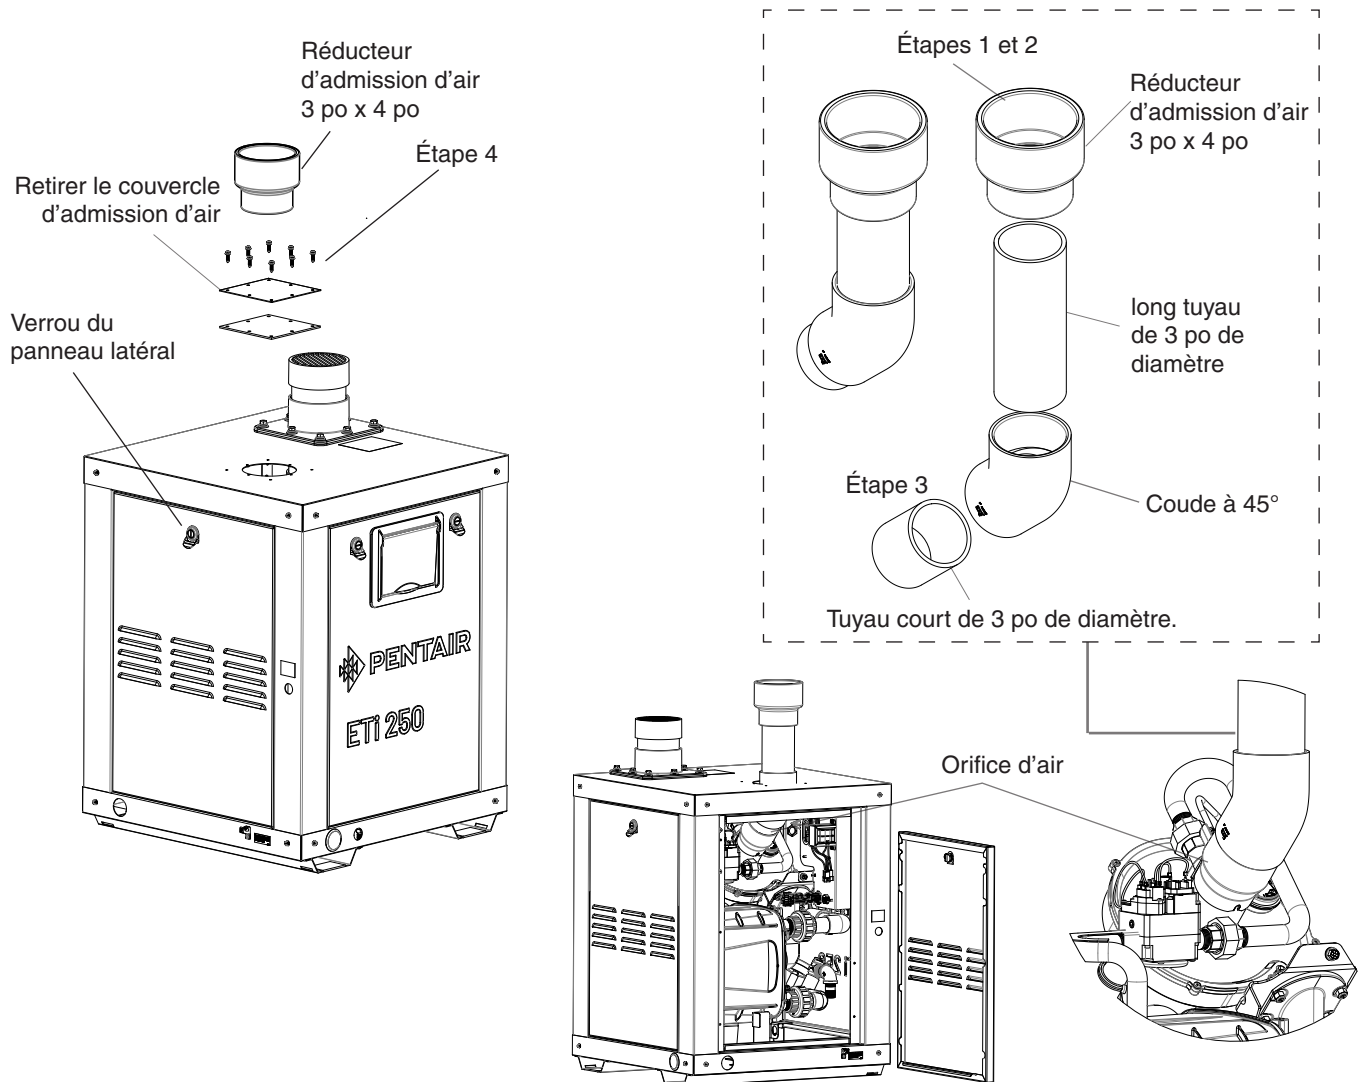

Figure 27.
Pour installer le trousse du système d'admission d'air direct (consulter la Figure 27), les étapes sont les suivantes :
6. Installer le réducteur de 3 po x 4 po sur le long tuyau de 3 po à travers le trou d'admission d'air du panneau supérieur, consulter la Figure 27.